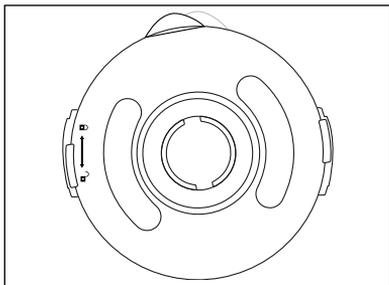

Fig. 1
- 2) Rimuovere il coperchio **2**, ruotandolo in senso antiorario in direzione della posizione  (vedere Fig. 1), fino a poterlo estrarre verso l'alto.
- 1) Togliere l'inserto mixer **3** dal blocco motore **6**. Per una migliore stabilità rimuovere il coperchio **2**, ruotandolo in senso antiorario in direzione della posizione  (vedere Fig. 1), fino a poterlo estrarre verso l'alto.